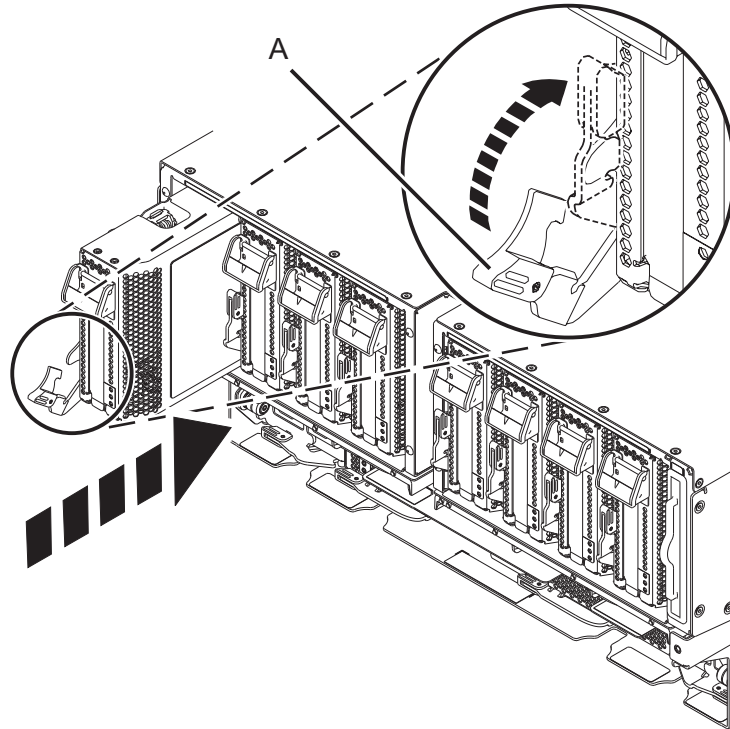

Figura 21. Instal·lació d'un casset de l'adaptador PCIe al sistema
- a. Amb la nansa del casset (A) en la posició oberta, agafeu amb compte el casset de l'adaptador pels extrems i, a continuació, alineu el casset de l'adaptador amb la ranura. Consulteu Figura 21 a la pàgina 21.
- c. Quan el casset s'hagi inserit totalment a la ranura, feu girar la nansa del casset de color terracota (A) en la direcció que es mostra a la Figura 21 a la pàgina 21 per tal que el casset de l'adaptador quedi bloquejat a la ranura.